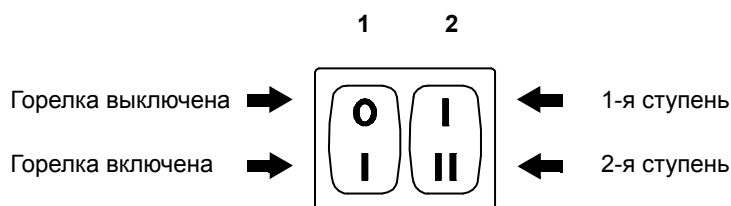
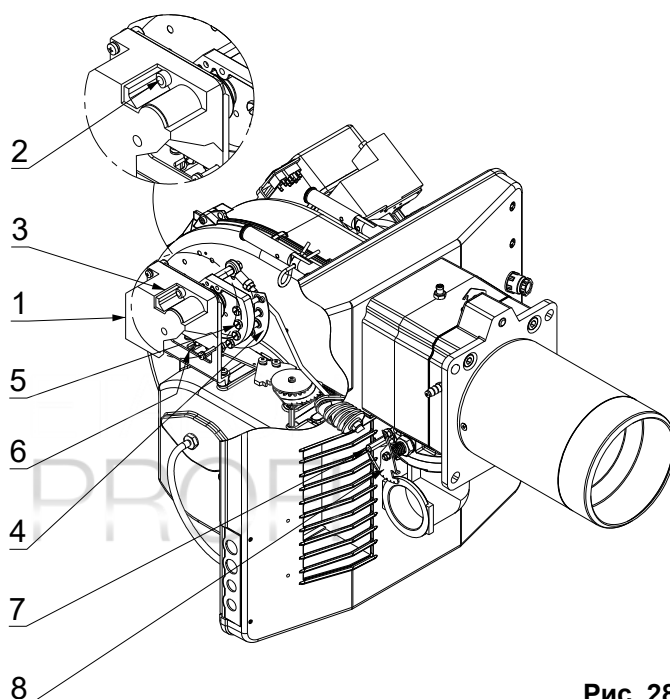
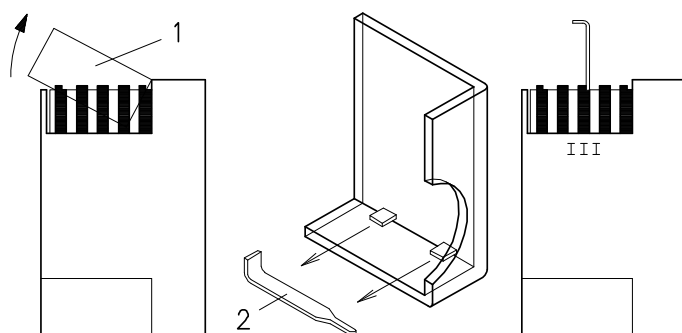

Рис. 27
Рис. 28
Рис. 29
В предыдущем описании мы оставили горелку работающей на 1-ой ступени. Теперь следует передвинуть переключатель 2 (рис. 27) в положение «2 ступень». При этом серводвигатель одновременно открывает воздушную заслонку и дроссельный клапан на 90°.
Мощность горелки на первой ступени следует выбирать внутри рабочей области. Передвиньте переключатель 2 (рис. 27) в положение «1 ступень». При этом серводвигатель 1 (рис. 28) закроет воздушную заслонку и дроссельный клапан до угла 15°.
- если вы хотите уменьшить расход, немного уменьшите угол кулачка III (рис. 29), делая небольшие последовательные перемещения, то есть начните от угла 15°, затем перейдите к 14°, 13° и так далее...
- если же вы хотите увеличить его расход, переключите горелку на 2-ю ступень переключателем 2 (рис. 27) (откройте дроссельную заслонку газа на 10-15°) и увеличьте угол кулачка III (Рис. 29), делая небольшие последовательные перемещения, то есть начните от угла 15°, затем перейдите к 16°, 17° и так далее...
Выключите горелку с помощью выключателя (1) (рис. 27) расцепите эксцентрик с изменяемым профилем, для чего необходимо повернуть вертикально прорезь (2) (рис. 28) на серводвигателе и поверните вручную эксцентрик несколько раз вперед и назад, и убедитесь в том, что он поворачивается мягко и не заедает.